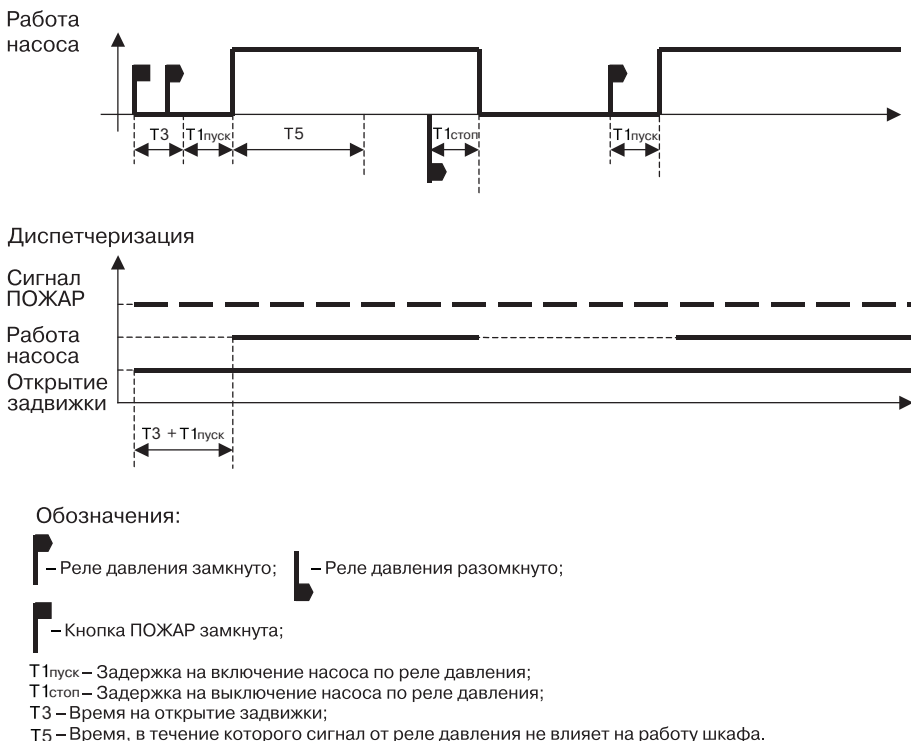

Рис. 2. Дренчерная система
1. Для работы шкафа управления пожарными насосами в составе дренчерной системы необходимо переключиться в режим «Стоп», нажать кнопку “>” на логическом модуле и держать до появления надписи «ДРЕНЧЕРНАЯ СИСТЕМА» на экране логического модуля (более подробно см. пункт 2.4 рис. 2), переключиться в режим «Автоматический».